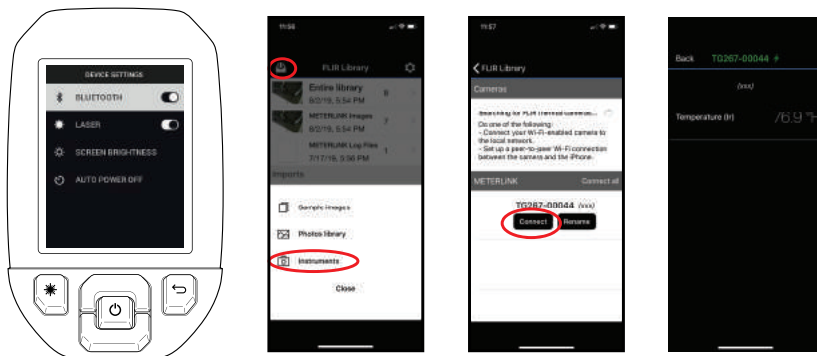

Abbildung 7.1 Koppeln der TG275 mit einem Mobilgerät
1. Schalten Sie bei der TG275 die Bluetooth®-Funktion ein (*Einstellungen/Geräteeinstellungen*). Abbildungen zu diesem Abschnitt finden Sie in Abbildung 7.1 unten.